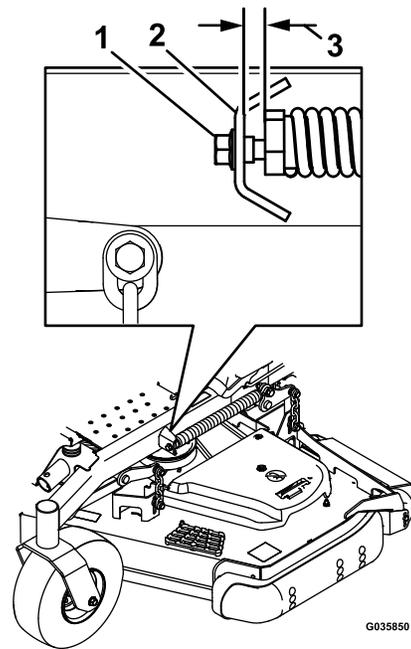

Figure 103
- B. Desserrez lentement la vis de réglage sur le ressort d'aide au levage jusqu'à ce que vous puissiez enlever la vis (voir Figure 103).